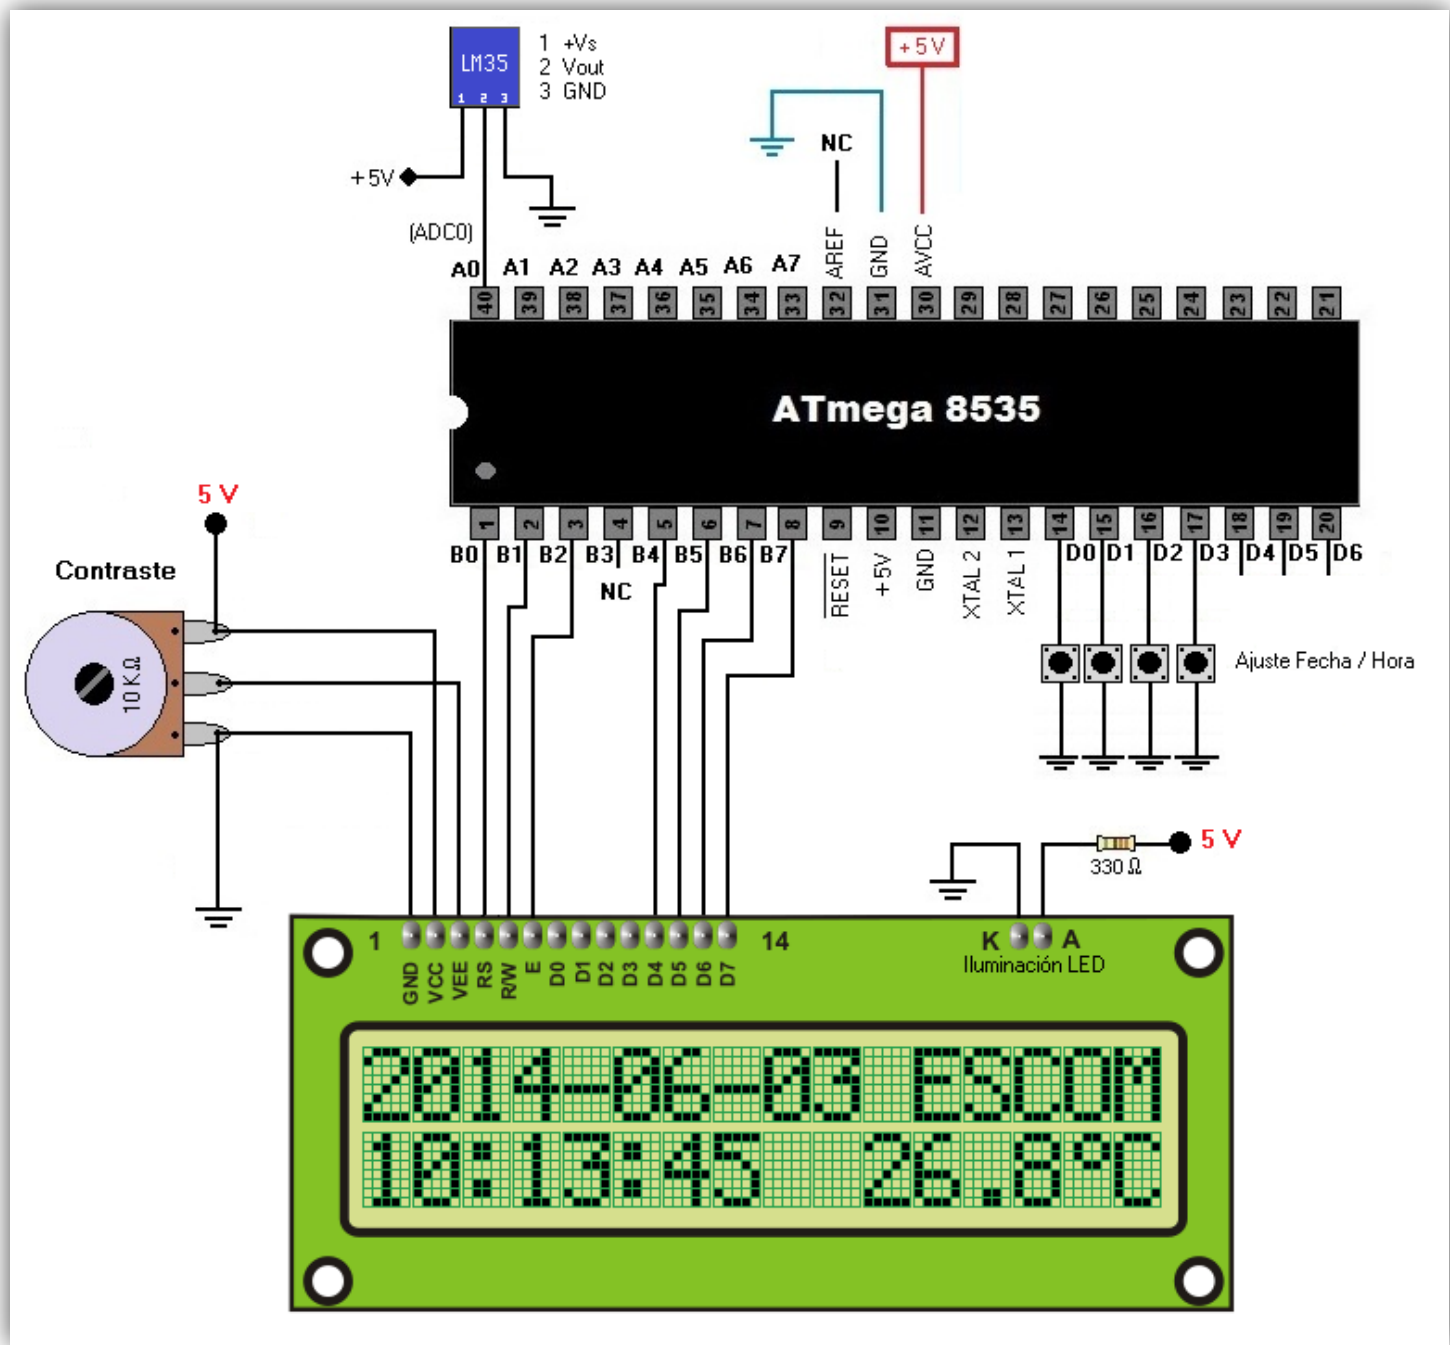

Figura 3. Circuito conectando la LCD en el Puerto B.
1.- Con la información que a continuación se menciona, diseñe un programa para visualizar en una pantalla LCD 16x2 la fecha, la hora y la temperatura actual, tal y como se muestra en la figura 3. Los botones son para el ajuste de fecha y hora.